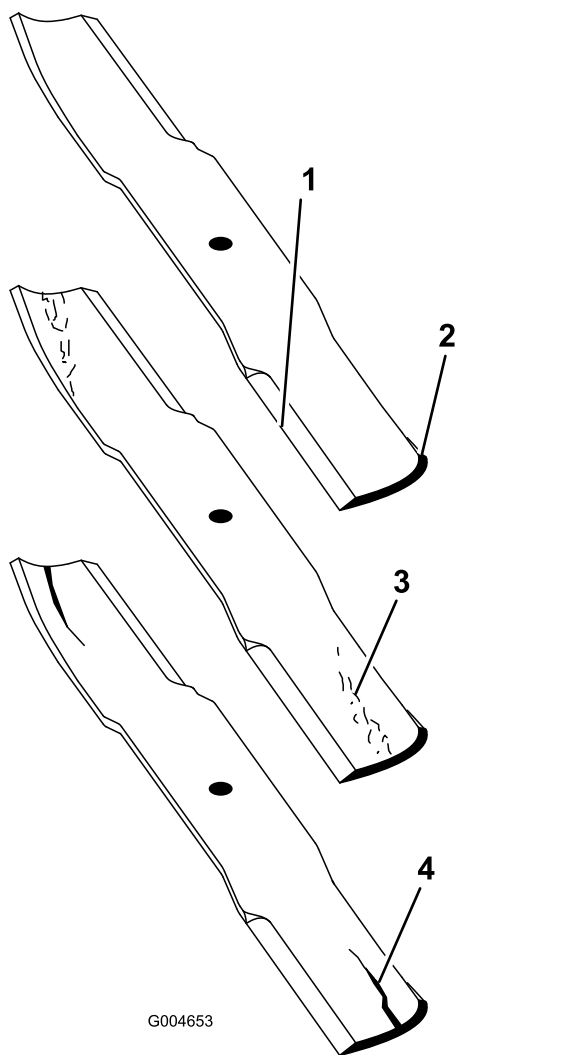

Рисунок 25
3. Осторожно проверьте режущие кромки ножей, особенно в точке соединения плоской и изогнутой частей ножа (Рисунок 25).
Примечание: Так как песок и абразивные материалы могут вызвать износ металла, соединяющего плоскую и изогнутую части ножа, проверьте нож перед использованием газонокосилки. В случае обнаружения износа (Рисунок 25) замените нож.